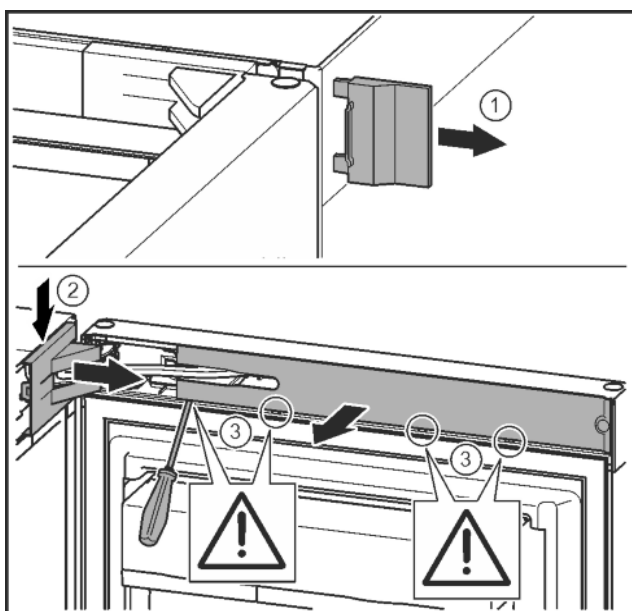

Fig. 9
► Sejměte vnější kryt. Fig. 9 (1)
► Odjistěte a uvolněte kryt stojanu ložiska. Sejměte kryt stojanu ložiska. Fig. 9 (2)
► Plochým šroubovákem odjistěte lištu a otočte ke straně. Fig. 9 (3)